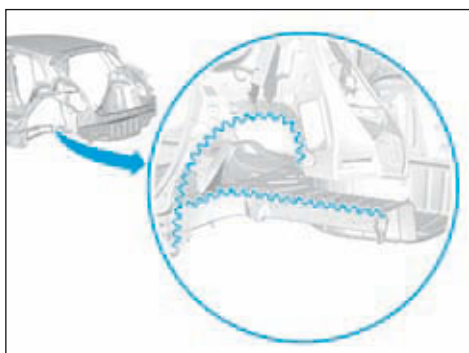

FIG.222
- Appliquer un mastic de calage indice "A1" (Fig.222).